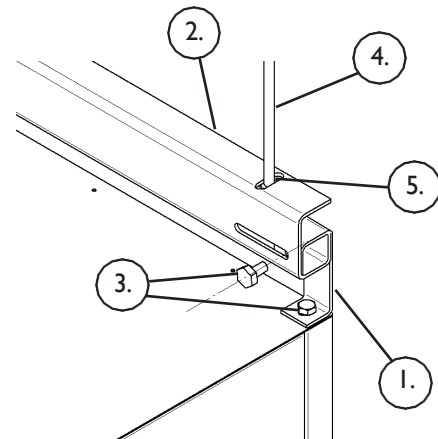

Fig 4.
1. QIS krok (se fig 4.)
2. QIS skena (se fig 4.)
3. Bult (se fig 4.)
4. Pendel (se fig 4.)
5. Mutter (se fig 4.)